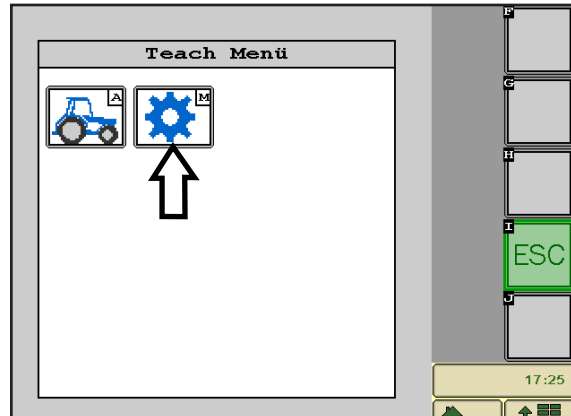

Abb. 12: Menü „Teach Grundeinstellungen“ aufrufen
Tippen Sie im Teach-Menü auf das Zahnrad-Symbol (M), um die Grundeinstellungen aufzurufen (siehe Abb. 12).